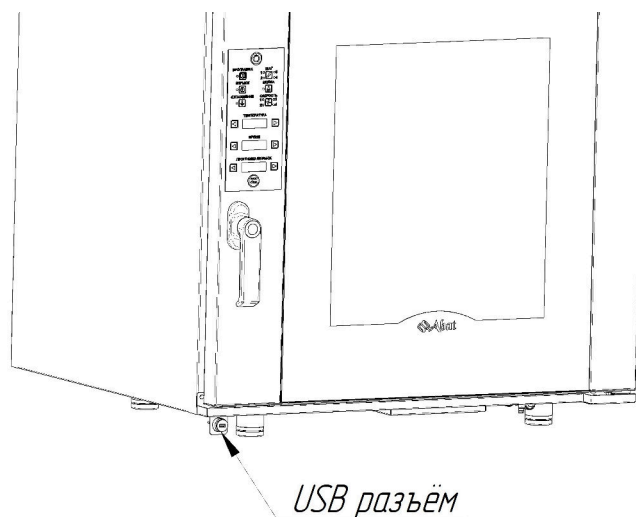

Рис. 5. Расположение USB разъёма
- Вставить USB-flash в USB-разъем (см. рис. 5, на примере печи КЭП-10П-01), предварительно открутив защитную крышечку.